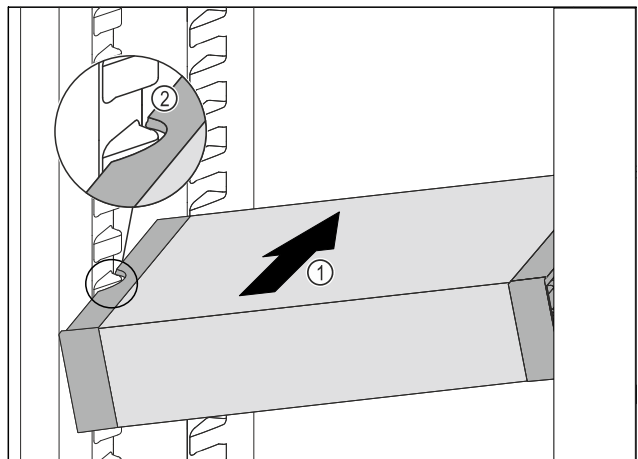

Fig. 176
- Insérer le VarioSafe en biais dans la partie réfrigérateur Fig. 176 (1) jusqu'à ce que les encoches latérales Fig. 176 (2) du VarioSafe se trouvent à la hauteur de la nervure du bac dans la partie réfrigérateur.